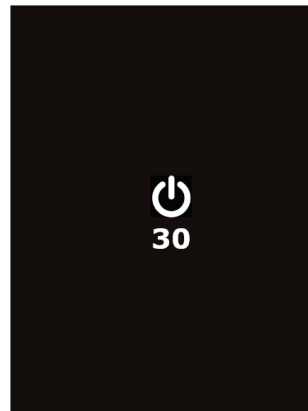

Fig. 13: Apagado automático
- ⇒ Se muestra un temporizador de cuenta atrás de 30 segundos con el icono de alimentación parpadeante (consulte la Fig. 13).